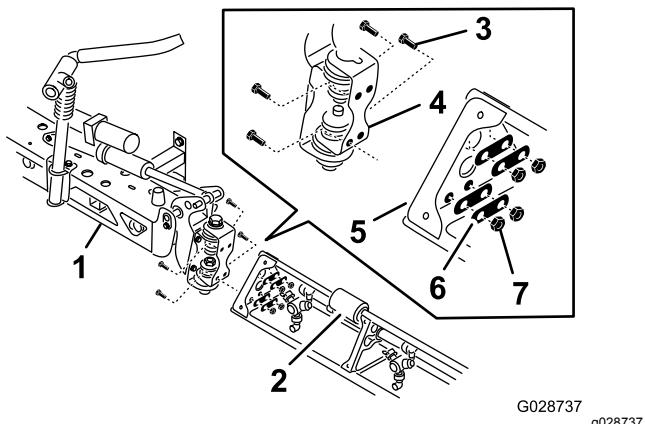

Figure 30
- Faites pivoter chaque support d'articulation au bout de la section de rampe centrale de façon à aligner les supports sur le plan vertical (Figure 30).
- Fixez le support d'articulation à la plaque triangulaire au moyen des 4 boulons à embase, 4 plaques d'appui et 4 contre-écrous à embase que vous avez retirés à l'opération 1, comme montré à la Figure 30.
- Placez la tige du vérin de levage de la rampe en face des trous dans la fourche du support d'articulation (Figure 30).
- Fixez la tige à la fourche du support d'articulation au moyen d'un axe de chape et d'une goupille fendue (Figure 30).